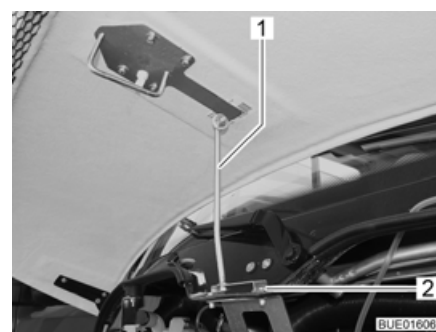

Fig. 40 Support capot moteur
- Déplier l'appui (Fig. 40,1) et l'accrocher dans le support (Fig. 40,2).